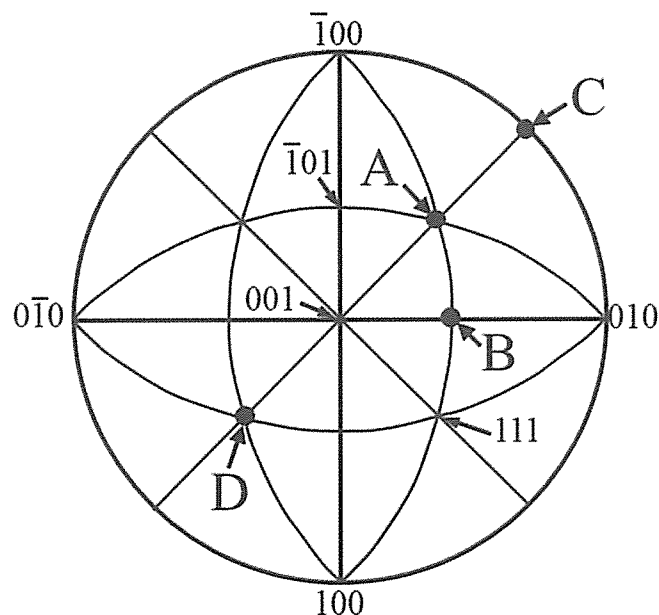

図 1 立方晶のステレオ投影図の模式図。
- (1) 図 1 は立方晶のステレオ投影図の模式図である。A, B, C および D に示す結晶方位を答えよ。
- (2) 純銅単結晶を引張試験に供した。このときの引張方向は $[\bar{1}35]$ 方向とする。このとき、引張試験開始直後に活動するすべり系を答えよ。
- (3) 前問 (2) で回答したすべり系に対するシュミット因子を答えよ。ただし、有効数字 2 桁で答えること。
- (4) 前問 (2) の引張試験で得られた降伏応力が 6.0 MPa であった。純銅単結晶の臨界分解せん断応力を求めよ。ただし、有効数字 2 桁で答えること。
- (5) 純銅単結晶を引張試験に供した。降伏直後は単一すべりが生じている。引張開始から破断までの応力-ひずみ曲線の模式図を描け。
- (6) 前問 (5) で解答した応力-ひずみ曲線に基づき、転位すべりの観点から純銅単結晶の変形メカニズムを説明せよ。